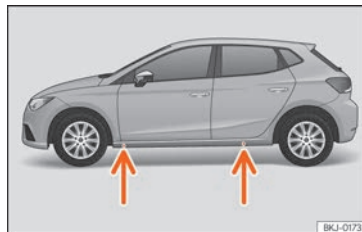

Fig. 38 Pontos de apoio do macaco.
• Procure na longarina a marca do ponto de apoio do macaco (zona afundada) mais próximo da roda a substituir »» Fig. 38.